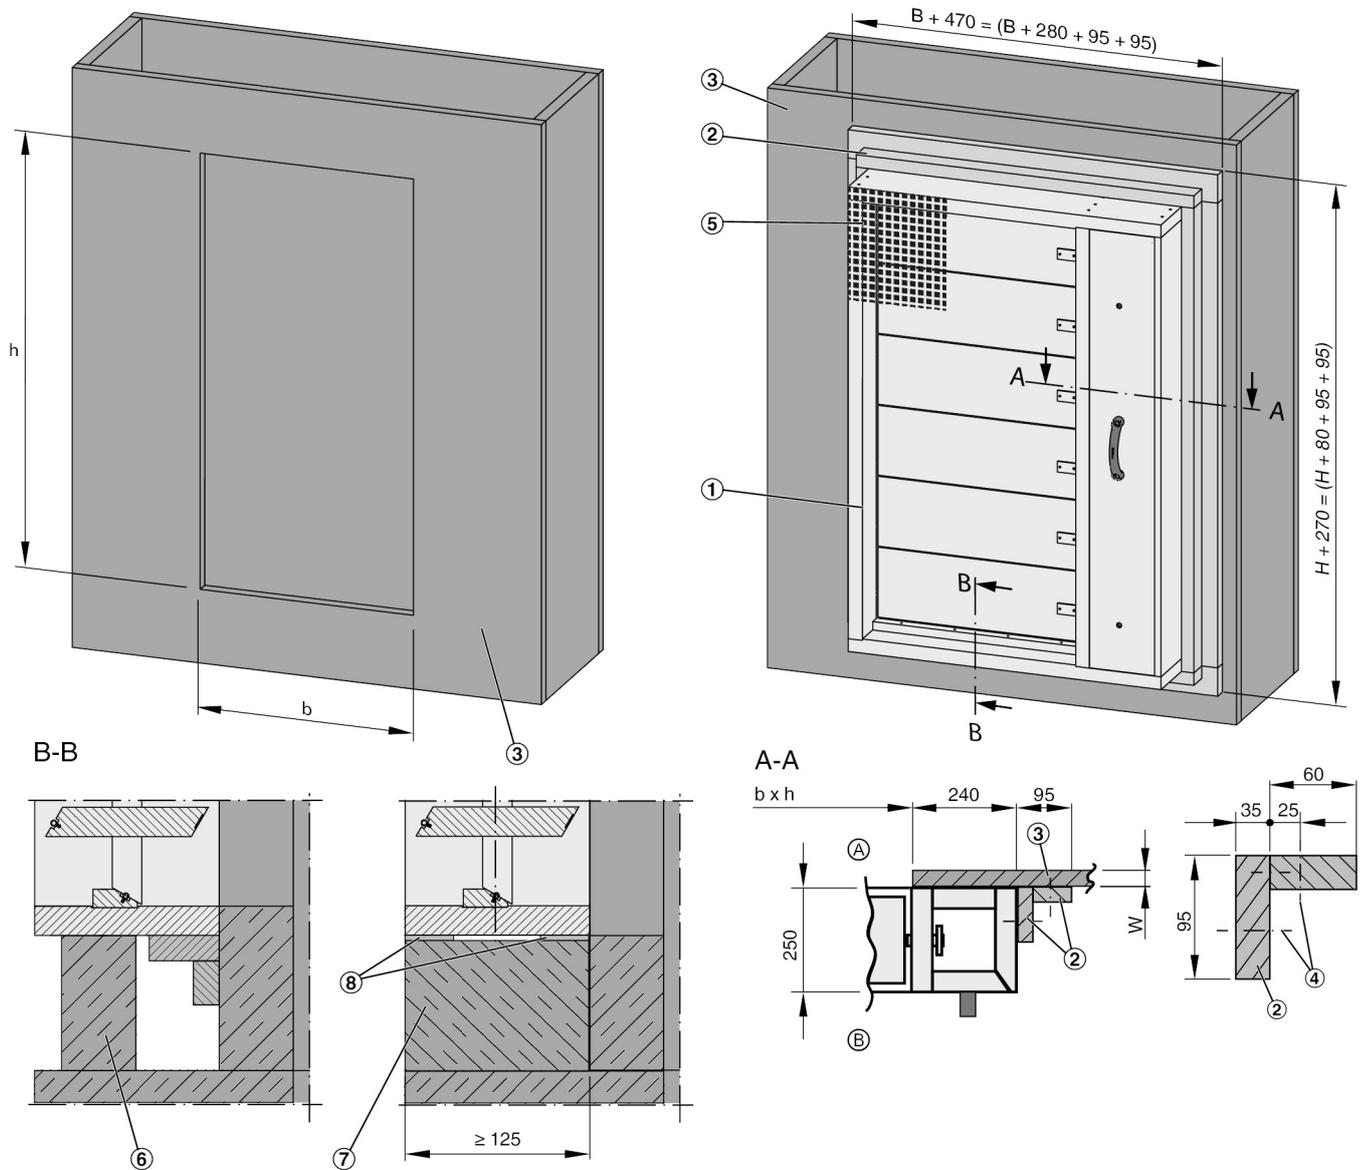

Abb. 26: Einbau an vertikaler Entrauchungsleitung (Schacht)
1. ▶ Einbauöffnung fachgerecht herstellen, siehe Abb. 26.
2. ▶ Riegel (Abb. 26/2) herstellen und an der unteren Seite der Entrauchungsklappe vormontieren.
Riegel an den Stossstellen (Abb. 26/2) untereinander und am Gehäuse verkleben (z. B. K84, Promat oder gleichwertig) und am Gehäuse der Entrauchungsklappe mit Schnellbauschrauben $4 \times 70 \text{ mm}$ verschrauben (mit $\varnothing 3 \text{ mm}$ vorbohren), Schraubabstand $\leq 150 \text{ mm}$.
5. ▶ An der Entrauchungsklappe die Entrauchungsleitungen (Einbau- und/oder Bedienseite) anschließen (Abb. 26/5), ↪ 6 „Entrauchungsleitung und Abschlussgitter“ auf Seite 52.